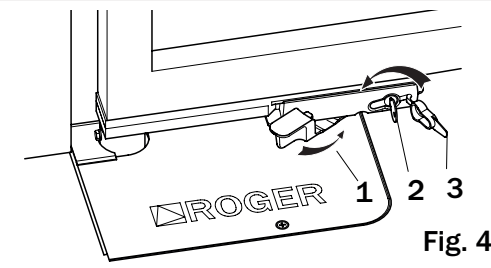

Fig. 4
(Fig. 4) Avec le portail ouvert, tourner le levier de déverrouillage (réf. 1) en le ramenant dans sa position initiale.
(Fig. 4) Con la cancela abierta, gire la palanca de desbloqueo (ref. 1) colocándola en su posición inicial.